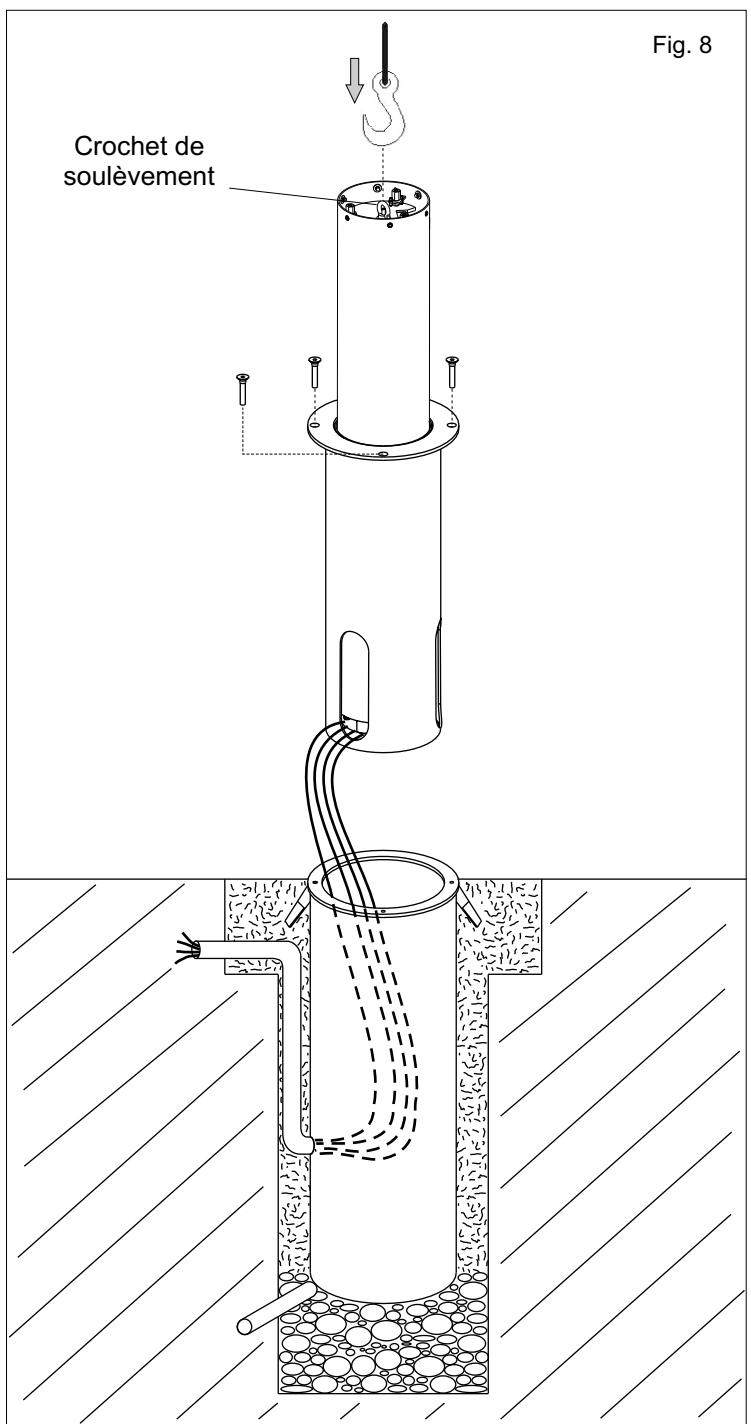

Fig. 8
3.1. Accrochez un treuil de levage de la borne au crochet de soulèvement placé sous le tampon de la colonne (figure 8).